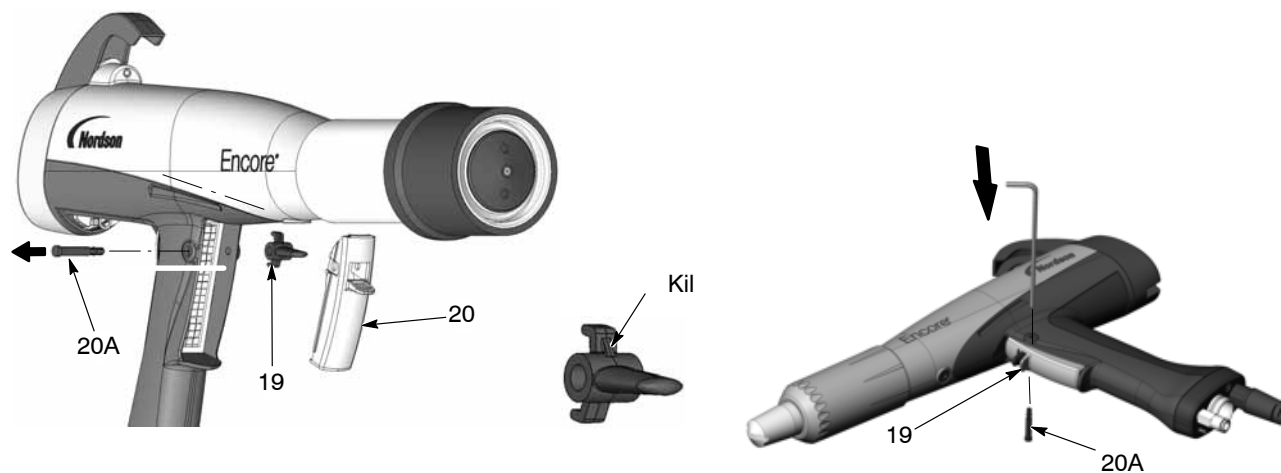

Bild 6-7 Demontering av axel och avtryckarkontakter från handtaget
3. Se bild 6-7. Placera spraypistolen på en stabil yta så den smala änden av triggeraxeln (20A) är vänd uppåt.
5. Tag av sprayningsavtryckaren (20), länkarmen (21, ej visad), och spolningsavtryckaren (19) från handtaget.